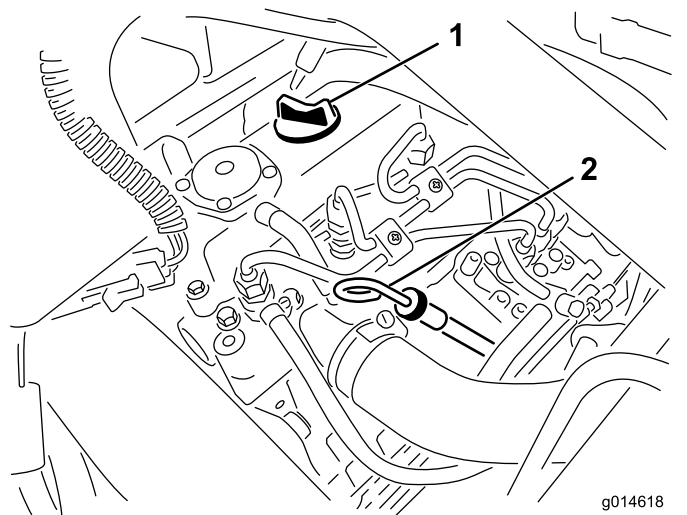

Figura 28
2. Scoateți joja și tergeți-o cu o lavetă curată (Figura 28).